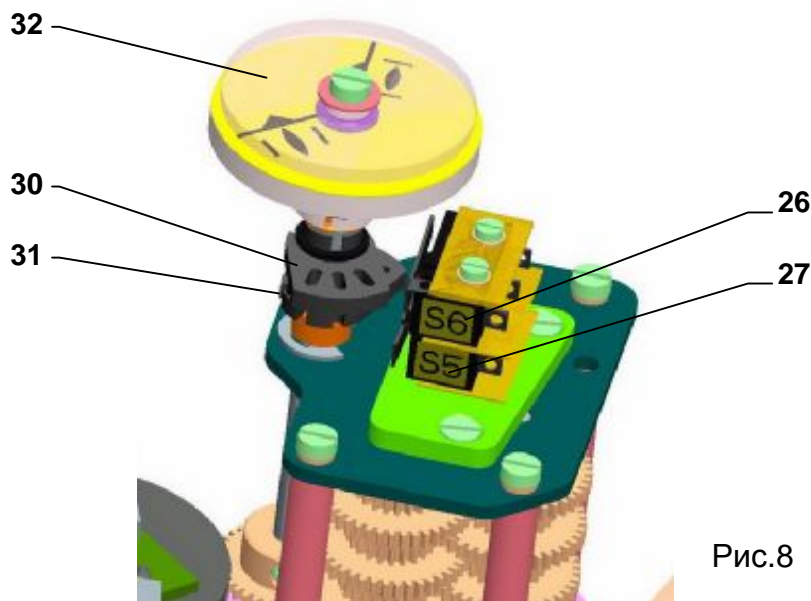

Рис.8
4.3 Настройка микровыключателей сигнализации (S5,S6) (Рис.8)
4.4 Настройка указателя положения (Рис.8)